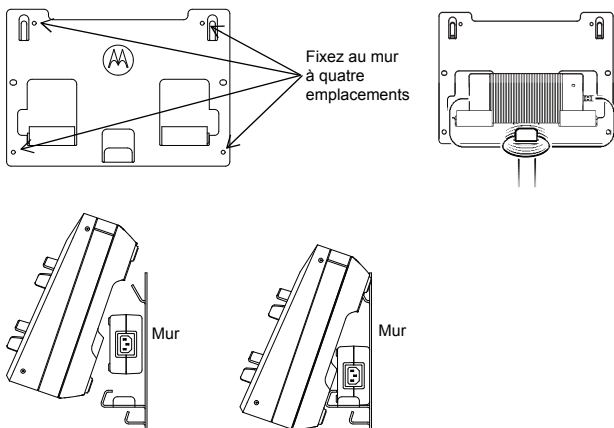

Figure 4 : Montage du chargeur multiple au support de fixation murale
4. Suspendez le chargeur multiple sur le support mural, tel qu'illustré dans la figure 4.